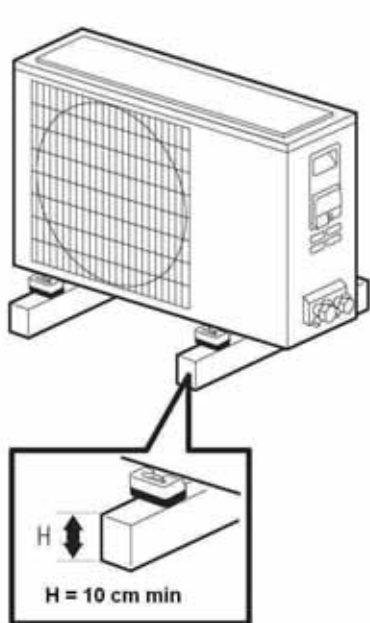

Fig. 16
- Montare sotto l'unità esterna i piedini in gomma e collocare l'unità sopra un rialzo di almeno 10 cm come in fig. 16.